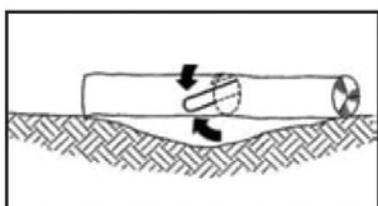

Fig. 4C
3. Tronco rialzato da terra da entrambe le estremità (Fig. 4C): prima di tutto cominciare a segare dalla parte inferiore del tronco per circa 1/3 del suo diametro. Così facendo si evita che la lama rimanga schiacciata durante il taglio. Infine terminare l'operazione segnando dall'alto verso il basso andando ad incontrare il taglio già eseguito.